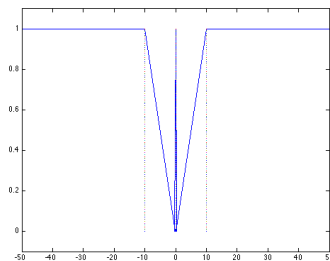

Figura 5 : Funciones de membresía para el error
- La medida del error viene dada por las funciones de membresía mostradas en la Figura 5 y cuyos parámetros se encuentran en el Cuadro 2.